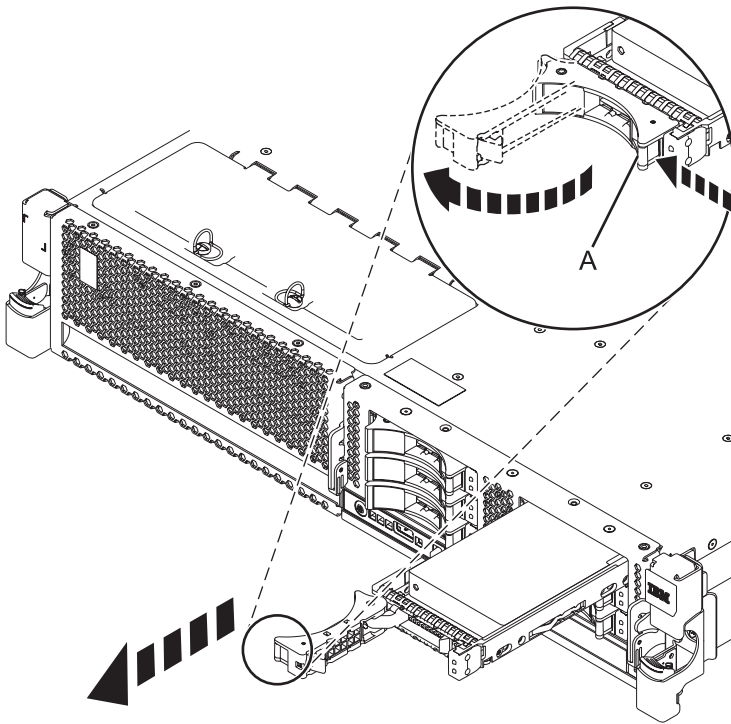

Figure 12. Retrait d'une unité de disque du système
3. Lorsque le voyant d'identification s'allume et reste fixe, déverrouillez la poignée de l'unité en appuyant dessus et en la tirant vers vous, comme illustré à la figure 12. Si la poignée n'est pas complètement sortie, vous ne pouvez pas retirer l'unité de disque ou l'unité SSD de l'unité centrale ou de l'unité d'extension.